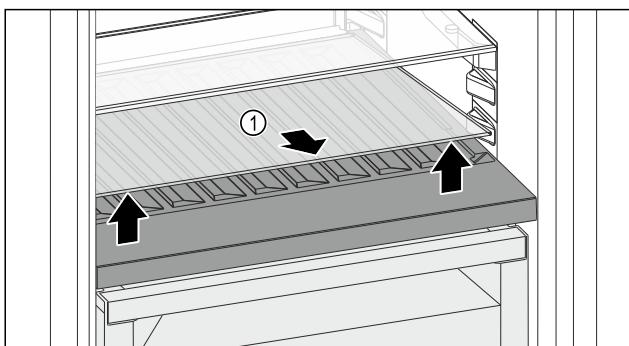

Fig. 156
- Приподнимите стеклянную пластину Fig. 156 (1) за выемку спереди и извлеките.
- Уложите стеклянную пластину Fig. 156 (1) на хранение вне устройства.